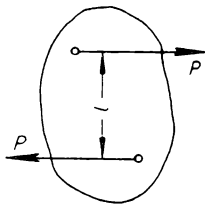
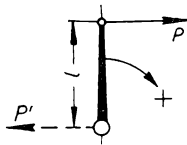
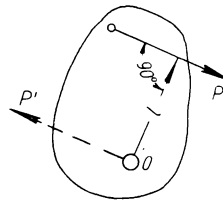

Bild 57
Bild 58
Bild 59
**Lösung:** **a)** Ein **Kräftepaar** wird gebildet durch zwei gleich große, entgegengesetzt gerichtete Parallelkräfte  $P$ , die in verschiedenen Punkten eines Körpers angreifen (Bild 57) und ihn zu drehen suchen. Jede Drehung wird durch ein Kräftepaar erzeugt. Greift z. B. an einer Kurbel eine drehende Umfangskraft  $P$  an (Bild 58), so üben die Lager eine gleich große Kraft  $P'$  in entgegengesetzter Richtung auf die Kurbelwelle  $O$  aus. Folglich ist ein Kräftepaar wirksam.
**c)** Der **Hebelarm** eines Kräftepaares ist der Abstand  $l$  der Richtungslinien beider Kräfte (Bild 57) oder die Länge des von der Drehachse  $O$  auf die Richtung der Kraft  $P$  gefällten Lotes  $l$  (Bild 59).
e) Statische Momente, die im Sinne der Uhrzeigerbewegung drehen, pflegt man rechtsdrehend und positiv zu nennen (Bild 58), die umgekehrten linksdrehend, negativ.